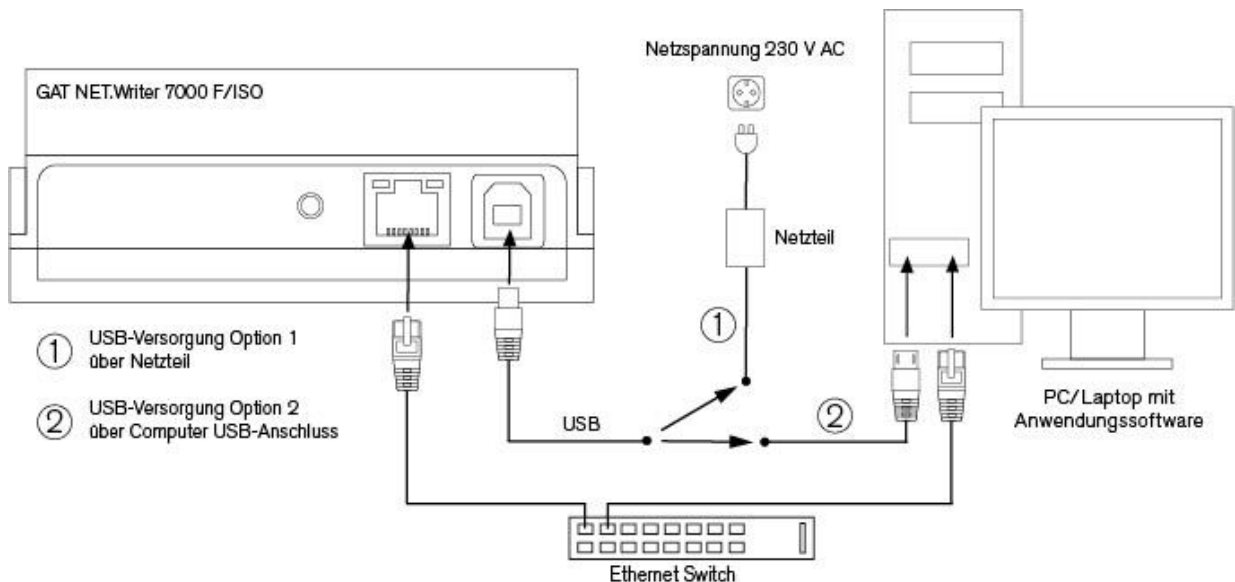

Bild 3.2 – Ethernet-Anschluss
- ▶ Schließen Sie die Spannungsversorgung am USB-Anschluss des GAT NET.Writer 7000 F/ISO an. Die Spannungsversorgung kann, wie im folgenden Bild gezeigt, über ein separates Netzteil oder über eine USB-Schnittstelle des PC erfolgen (siehe Bild 3.2).
1. Verbinden Sie das USB-Kabel mit dem GAT NET.Writer 7000 F/ISO und dem Versorgungsnetzteil (Option 1 Bild 3.2). Schließen Sie dann das Netzteil an eine 230 V Steckdose an. Ein 3 m USB-Kabel und ein Versorgungsnetzteil werden mit dem Gerät geliefert.
2. Verbinden Sie das USB-Kabel mit dem GAT NET.Writer 7000 F/ISO und mit einem USB-Anschluss des Computer (Option 2 in Bild 3.2).